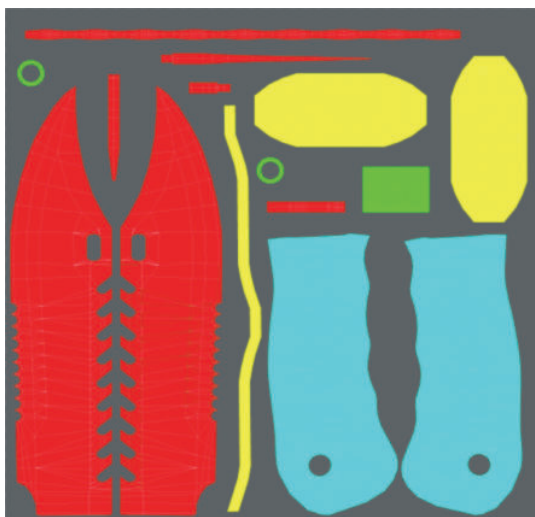

图 1.24 四部分 ID 贴图效果
②挡板、金属环与军刀握把部分的 ID 贴图制作流程与上一步类似，分别为其添加黄色、绿色、蓝色或其他高对比度颜色即可，如图 1.24 所示。